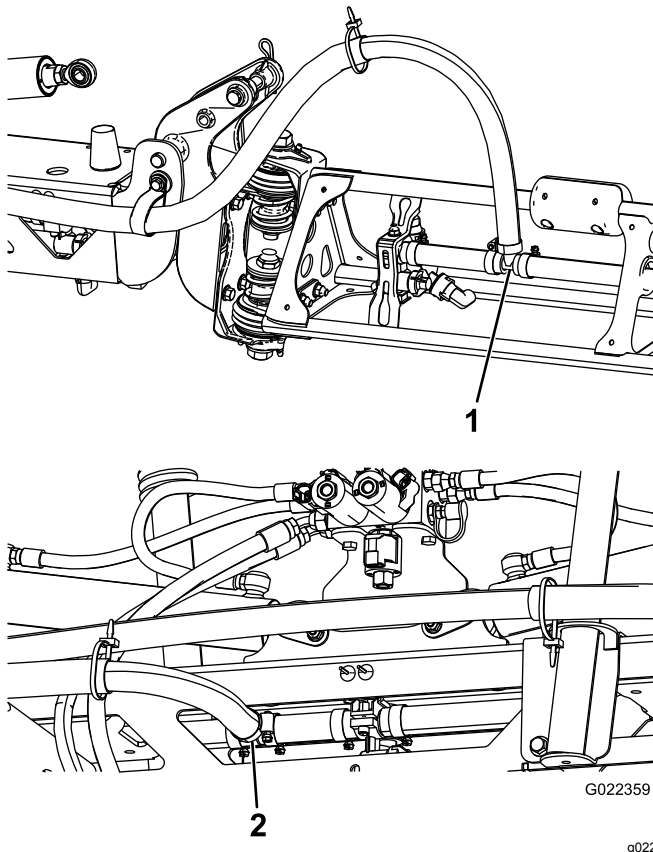

Figura 24
Nota: Utilize sabão líquido para revestir a parte roscada da tubagem das ligações em T em ambas as rampas de extensão (Figura 24).
4. Utilize sabão líquido para revestir a parte roscada da tubagem da ligação em T da rampa central (Figura 24).
5. Oriente tubagem da rampa central como se mostra em Figura 24.
6. Ligue a tubagem de alimentação da rampa central na parte roscada com sabão e prenda-a com uma braçadeira de tubagem (Figura 24).